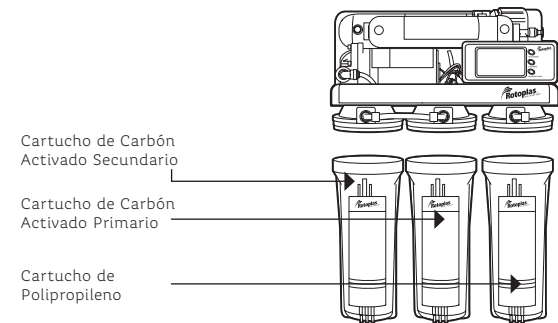

Figura 6.
3. Procede a ensamblar los vasos como se muestra en la Figura 6 y aprieta hasta el tope con la ayuda de la llave portacartucho.